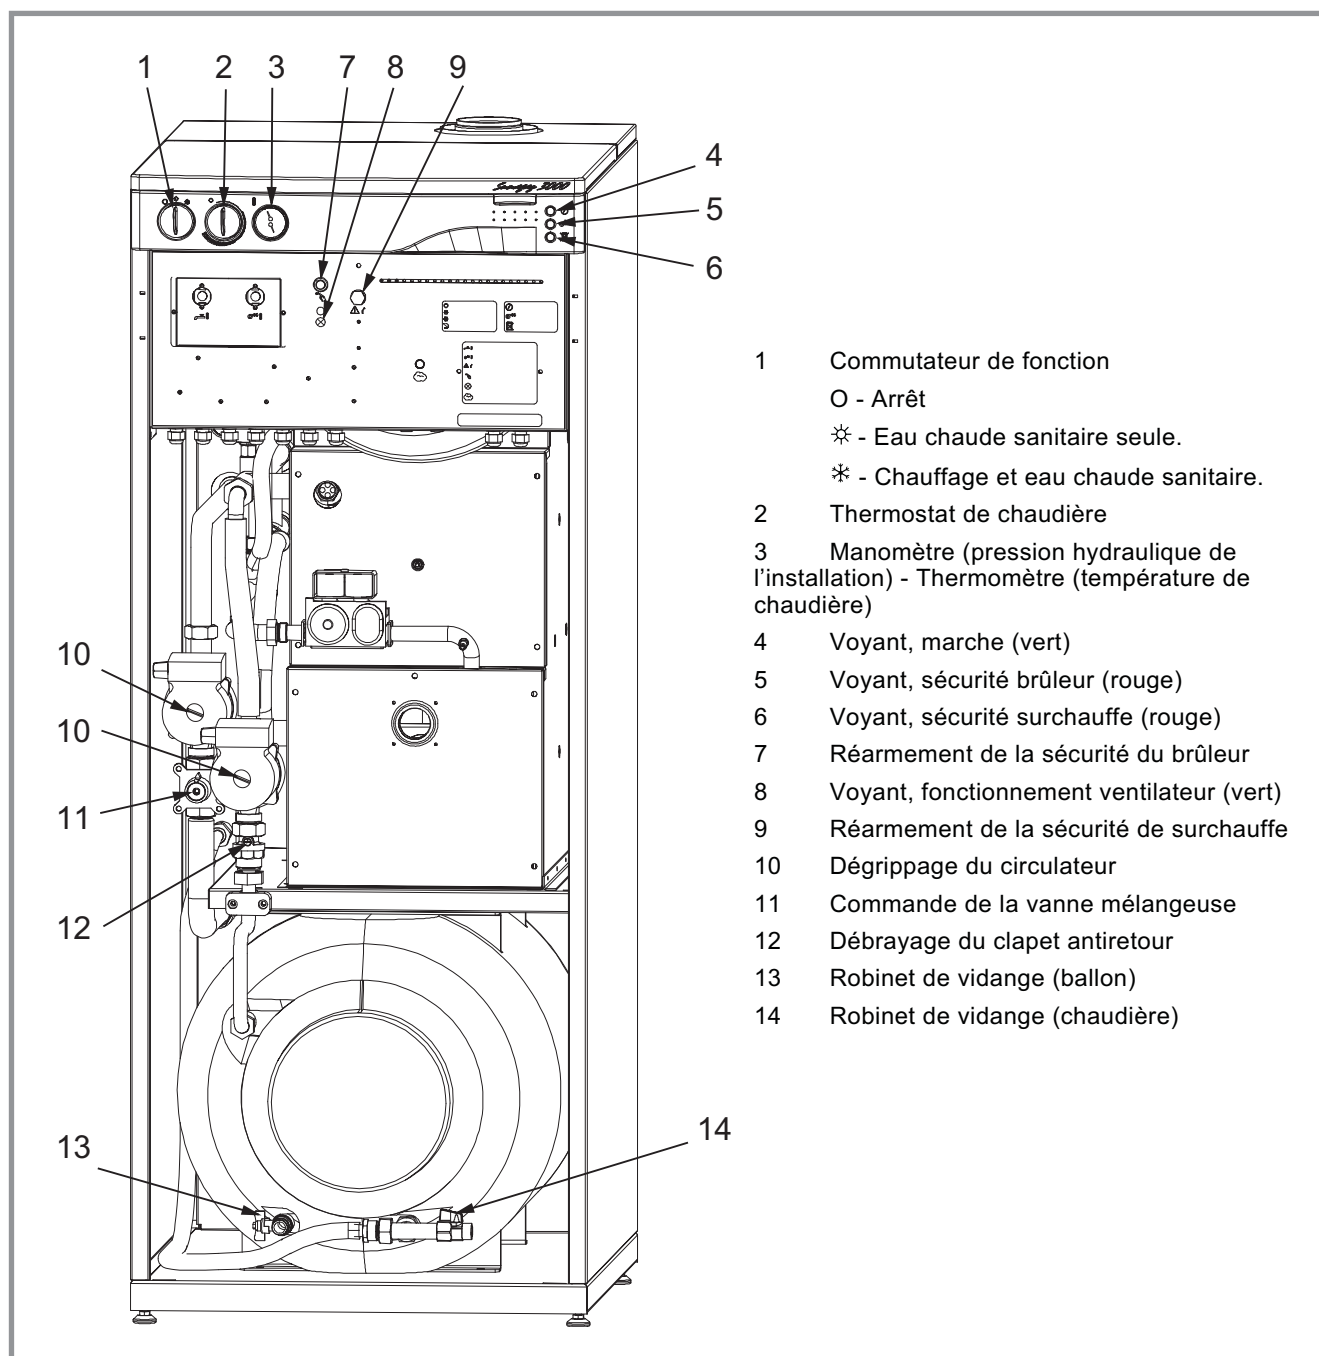

Figure 21 - Organes de commande et de contrôle
Ouvrir les purgeurs placés au point le plus haut de l'installation, débrayer le clapet anti-retour (fig. 23) et ouvrir le robinet de vidange de la chaudière (rep. 14, fig. 21).
Ouvrir le robinet de vidange du ballon (rep. 13, fig. 21).
Le voyant "sécurité de surchauffe" est allumé (rep. 6, fig. 21).
- Dévisser le bouton (rep. 9, fig. 21) et réarmer lorsque la température de l'eau sera redevenue normale.
Le voyant "sécurité brûleur" (rep. 5, fig. 21) est allumé. Le brûleur reste bloqué par son dispositif de sécurité.
- Appuyer sur le voyant-poussoir (rep. 7, fig. 21) pour réarmer le brûleur.